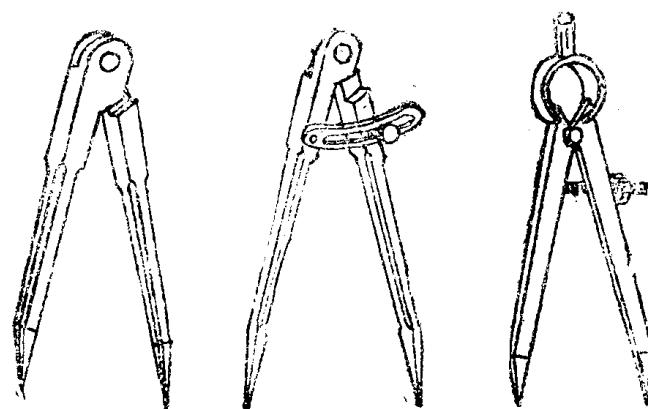

图 2-6 划规
(7) 划规 划规(见图2-6)用来划圆和圆弧、等分线段、等分角度以及量取尺寸等。